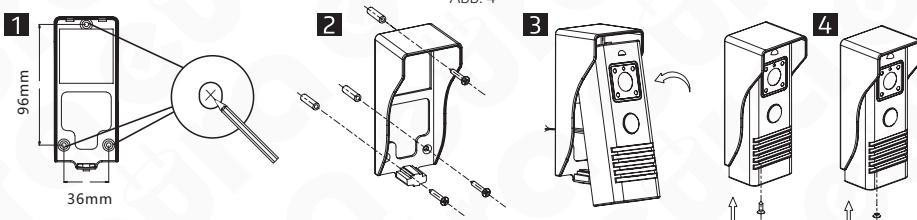

Abb. 5
2. An der Wand, durch die drei Löcher in der Unterseite des Regenschutzes, die Positionen für die Montagedübel markieren (Abb. 5, Pos. 1).
3. Bohren Sie an den markierten Stellen 3 Montageöffnungen 0,5mm, stecken Sie anschließend 3 Montagedübel in die Öffnungen (Abb. 5, Pos. 2).
4. Mithilfe der 3 Befestigungsschrauben den Regenschutz an der Wand befestigen (Abb. 5, Pos. 2).
5. An die Kassette sind 4 Adern der Leitung anzuschließen, die zum Bildschirm verlaufen. Dann ist die Kassette in dem früher an der Wand montierten Regenschutz zu positionieren (Abb. 5, Pos. 3).
6. Untere Befestigungsschraube nachziehen* (Abb. 5, Pos. 4).